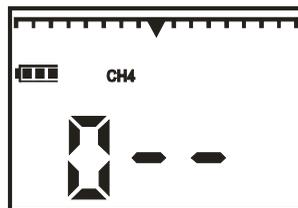

Рисунок 9.3
1) на воздухе, не содержащем горючих газов, перевести газоанализатор в режим "ПОДСТРОЙКА НУЛЯ". Для этого необходимо при нажатой кнопке "РЕЖИМ" включить газоанализатор. После появления на индикаторе надписи "0 - -" отпустить кнопки (рисунок 9.3).
1) при нажатой кнопке "РЕЖИМ" включить газоанализатор. После появления на индикаторе надписи " 0 - - " отпустить кнопки (рисунок 9.3);